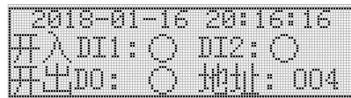

图 5 开入开出状态显示界面
模块实时值界面，按下  键进入开入开出状态显示界面，如下图 5 所示
- **地址后的数字：**代表当前主模块的地址标号，如图 5 所示主模块地址为 004。
③ 复位自检界面